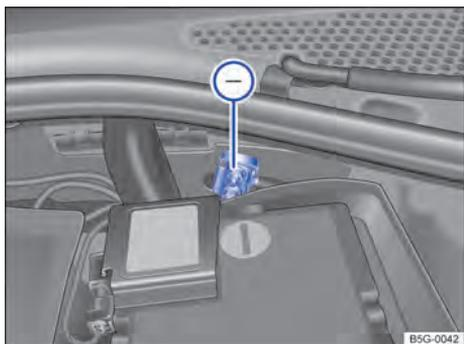

Fig. 139 En el vano motor: toma para la ayuda de arranque (terminal de masa).
- ⊖ La toma para la ayuda de arranque (terminal de masa) sirve para conectar el cable de arranque negro → fig. 139.